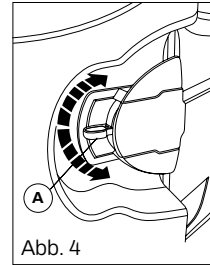

Abb. 4
- Ziehen Sie den Griff **A** nach innen, um das Schloss zu entriegeln. (Abb. 4)
- Schieben Sie den Griff **A** nach innen, um das Schloss zu verriegeln. (Abb. 4)
- Warme Luft (Abb. 4) transportiert Wasserdampf schnell ab, da sie viel mehr Wasser aufnehmen kann als kalte Luft.